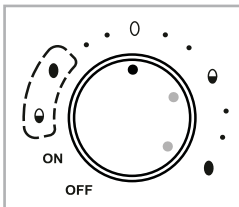

Fig. 4
– Seleccione el **símbolo del huevo** del rango de ajuste que corresponda (fig. 4) si los huevos tienen un tamaño superior al tamaño medio (tamaño XL).